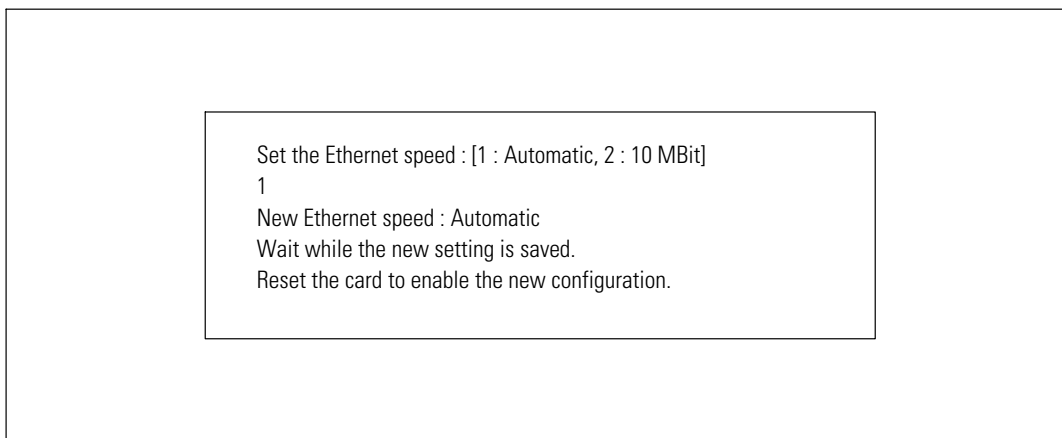

Рисунок 43. Настройки скорости в сети Ethernet
- **Установка скорости в сети Ethernet:** Чтобы изменить скорость сети (см. Рисунок 43). Для активации новых параметров перезапустите карту.